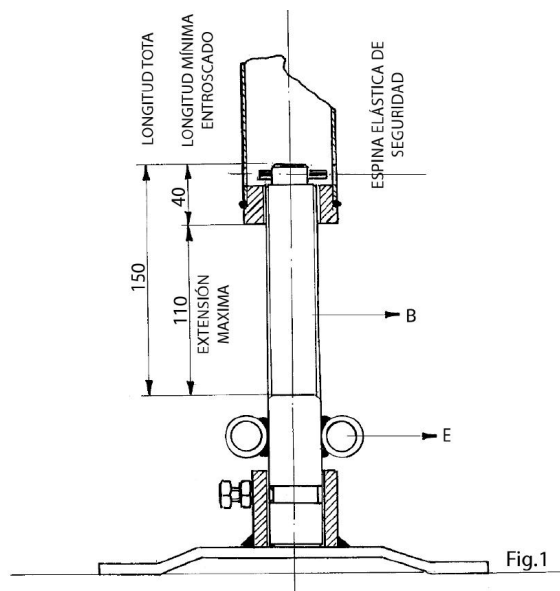

FIG. 2 — Detalle del pie regulable y extensión máxima
- 2) Haga salir telescópicamente la prolongación (A) hasta alcanzar el apoyo superior y bloquéela con la clavija (M) y con el correspondiente pasador (N).
- 3) Girando la tuerca del pie (C), complete la extensión del puntal y apriete fuertemente hasta obtener el bloqueo entre el plano superior y el inferior, asegurándose antes de apretar de que el puntal esté colocado en posición perfectamente vertical. Preste atención a que el tornillo B nunca supere la extensión máxima de 110 mm, como se muestra en la FIG. 2.